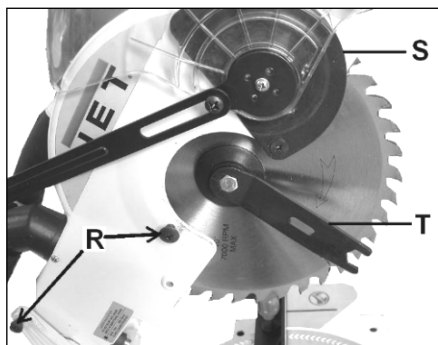

Рис. 8
**Пильный диск можно менять только при отключенном от сети станке (выньте вилку из розетки)!** Снимите защитный кожух пилы (S, Рис. 8), отвинтив два винта (R) сбоку и отстегнув защитный кожух (S).
Снимите внешний крепежный фланец. Замените пильный диск (J, Рис. 1). Зубья пилы должны быть направлены в ту же сторону, что и стрелка на защитном кожухе. Перед установкой нового пильного диска фланцы следует почистить. Установите внешний крепежный фланец на место и затяните крепежный винт. Установите на место пластиковый защитный кожух и затяните два винта (R, Рис. 8).